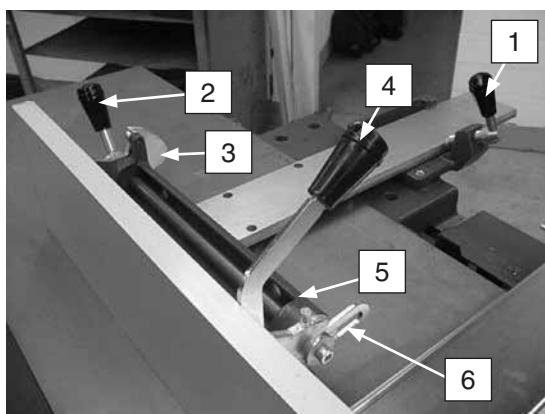

Fig.6
1. De vlakschaafgeleiding kan in de breedte verschoven worden na het lossen van hendel (1 fig.6, en fig 6 bis 1)
2. Het onderhoekstellen van de schaafgeleiding op elke gewenste hoek tussen 90° en 45° kan gebeuren door het lossen van hendel (fig.6, 2),en het bedienen van de hendel (fig.6,4). De gewenste hoek kan afgelezen worden op de gradenverdeling (fig.6,3)
3. Na het instellen van de gewenste hoek moet men de klemhendels (fig.6,1 en fig.6 bis1) goed aanspannen.
4. De 45° aanslagbout (fig.6,5) bevindt zich onderaan de steun, de 90° aanslagbout (fig.6,6) bovenaan de schaafgeleidingssteun.